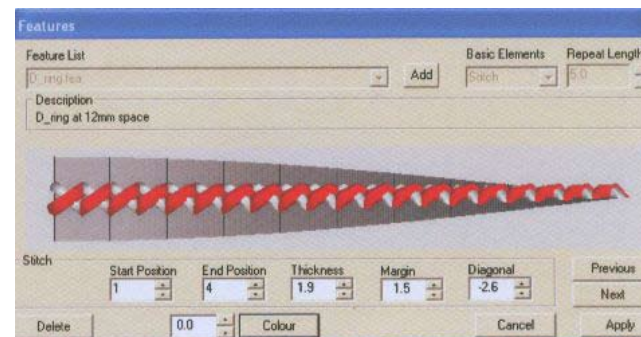

Рис. 94
- Проведите изменения, как показано на рис. 94.